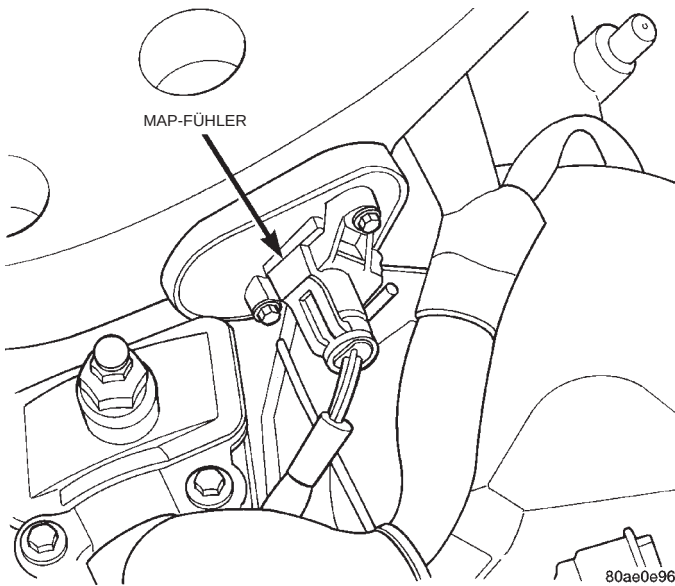
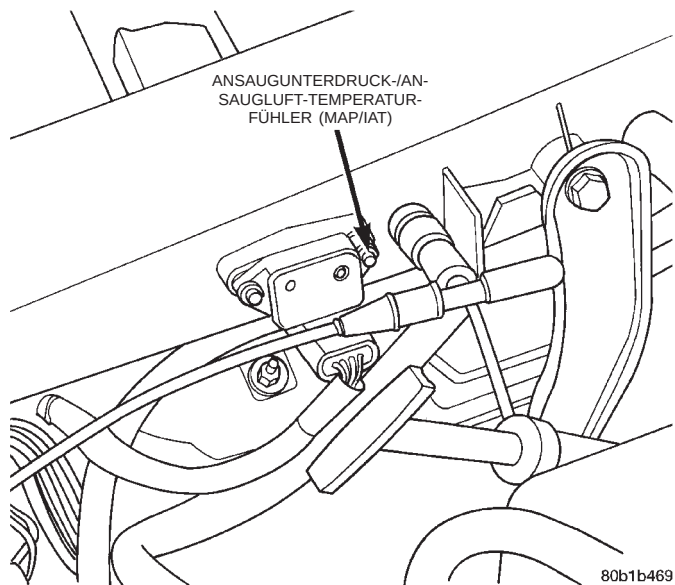

Abb. 30 MAP-Fühler — 2.7L-Motor
Abb. 31 MAP-Fühler — 3.2L-/3.5L-Motor
(2) Die Anschlüsse der Batterie auf lose Kabel und Korrosion prüfen.
(3) Die Anschlüsse des MAP-Fühlers prüfen (Abb. 30) oder (Abb. 31).